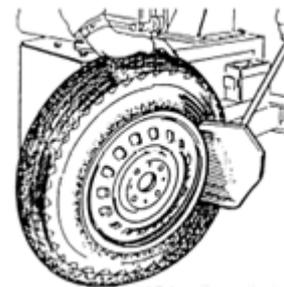

Abbildung 5
3) Öffnen Sie den Abdrückerarm mit den Händen, indem Sie ihn nach außen drücken, legen Sie den Reifen gegen den Gummi Puffer. Bringen Sie das Paddel ca. 10 mm vom Rand der Felge entfernt gegen die Wulst, wie in Abb. 5 dargestellt. **Vorsicht:** Legen Sie das Paddel gegen den Reifenwulst.